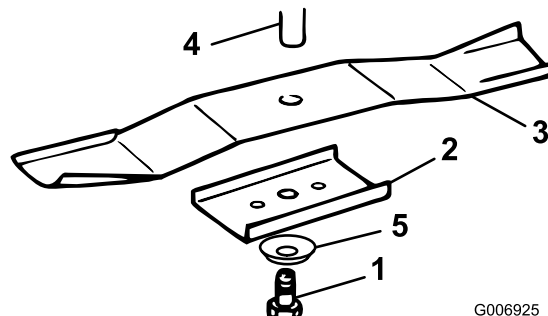

Bild 29
3. Entfernen Sie die Schraube (5/8 Zoll-Schlüssel), Wellenscheibe, den Halter und das Schnittmesser (Bild 29). Sie können einen Holzklötzchen zwischen das Schnittmesser und das Mähwerk keilen, um das Schnittmesser beim Entfernen der Schraube zu blockieren.
1. Montieren Sie das Schnittmesser, den -halter, die Wellenscheibe (Schalenseite zum Messer) und die Messerschraube (Bild 29).